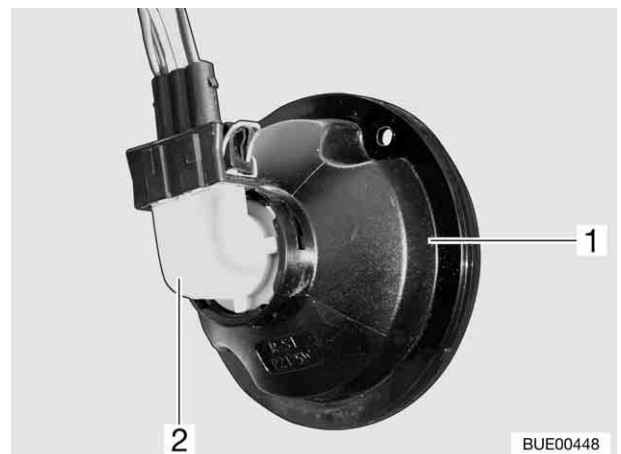

Fig. 181 Changement de l'ampoule (variante 1)
- Retirer la douille de la lampe de l'emboîtement à baïonnette (Fig. 181,2).
- Retirer le boîtier (Fig. 181,1) de la douille de lampe.